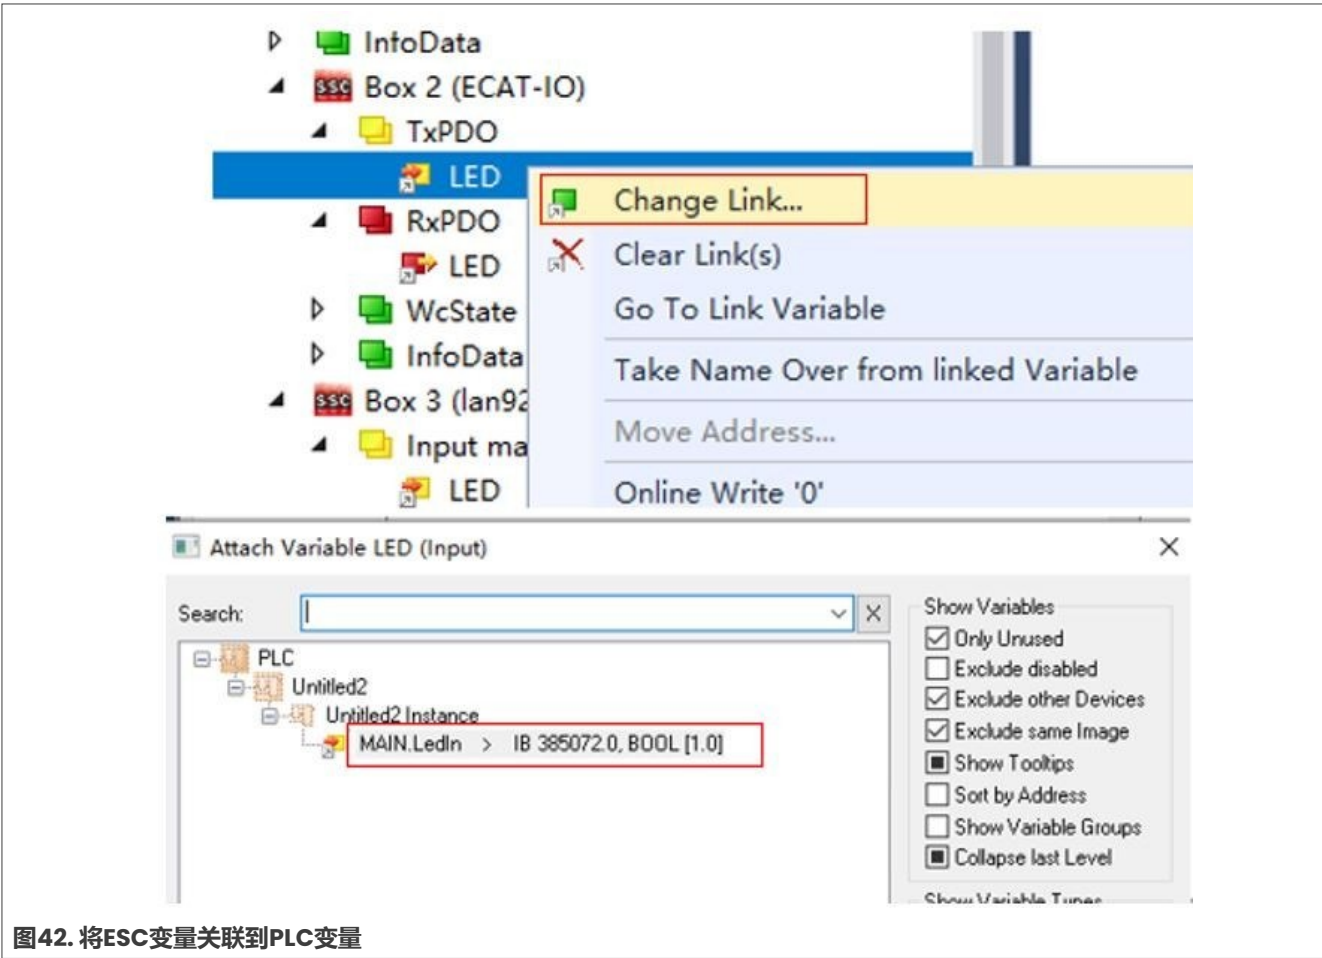

图42. 将ESC变量关联到PLC变量
4. 将ESC输入和输出变量关联到PLC工程变量。为此，右击“LED”并选择**Change Link**（更改链接），如图42所示。